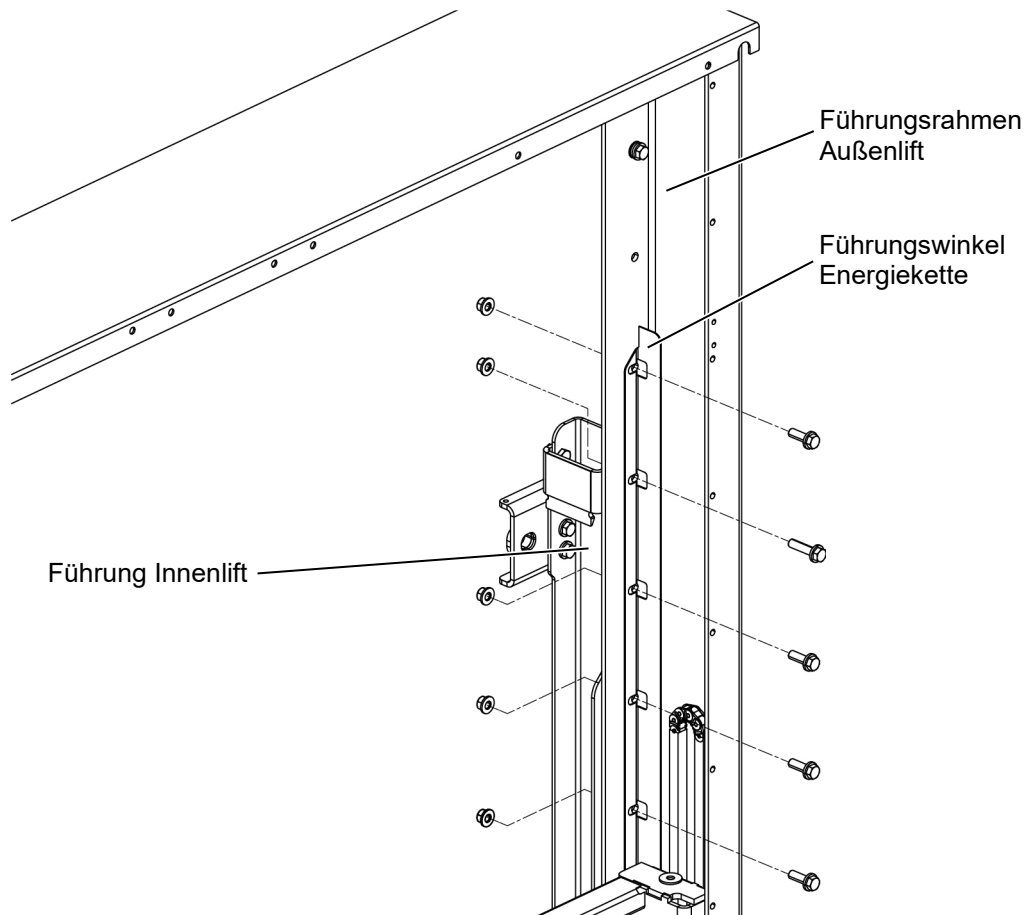

Abbildung 26: Anbauschrauben einsetzen
- Setzen Sie beidseitig nach und nach alle restlichen Anbauschrauben ein, wie in Abbildung 26 dargestellt (Anbauschrauben M14x1,5-8.8 nach DIN EN ISO 8676, Anzugsdrehmoment: 120 Nm).